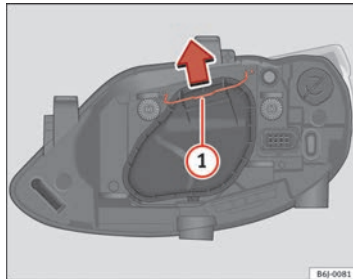

Abb. 144 Abblend-/
- Verschieben Sie die Strebe ⇒ Abb. 144 ① in Pfeilrichtung und nehmen Sie den Deckel ab.